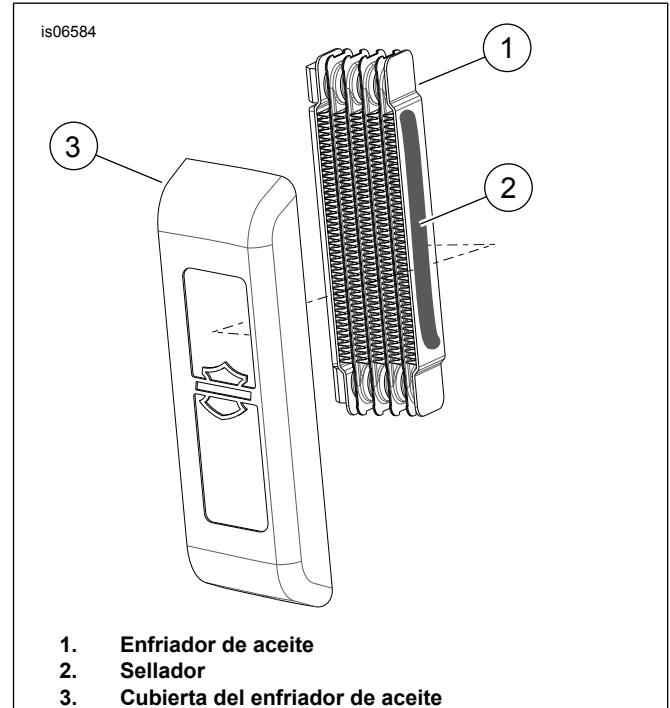

Figura 1. Sujeción de la cubierta al enfriador de aceite
2. Vea Figura 1. Aplique un cordón grueso de sellador de alto rendimiento gris, a la superficie plana del lado izquierdo del enfriador de aceite e instale la cubierta del enfriador de aceite presionándola sobre el sellador.